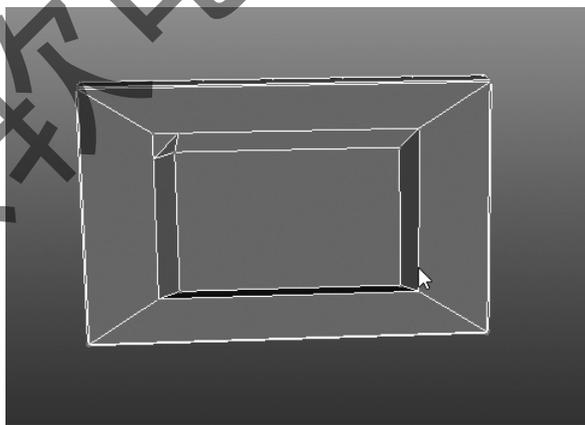

图 4-26 点调节
Step 5:现在对后面板进行调节,选择后边的面,对后面板进行挤压,并进行调点,如图 4-26 所示。